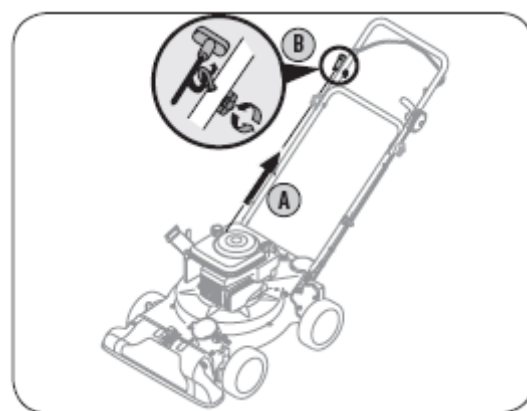

Рисунок 4.
- a. Медленно вытяните пусковой трос из двигателя (смотри рисунок 4).
- b. Плавно переместите пусковой трос в направляющую. Затяните «барашковую» гайку (смотри рисунок 4).